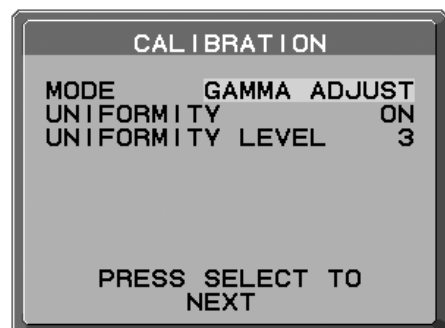

Abbildung 14
- Wählen Sie GAMMA ADJUST (GAMMA-ANPASSUNG) in der Modusauswahl (**Abbildung 14**).